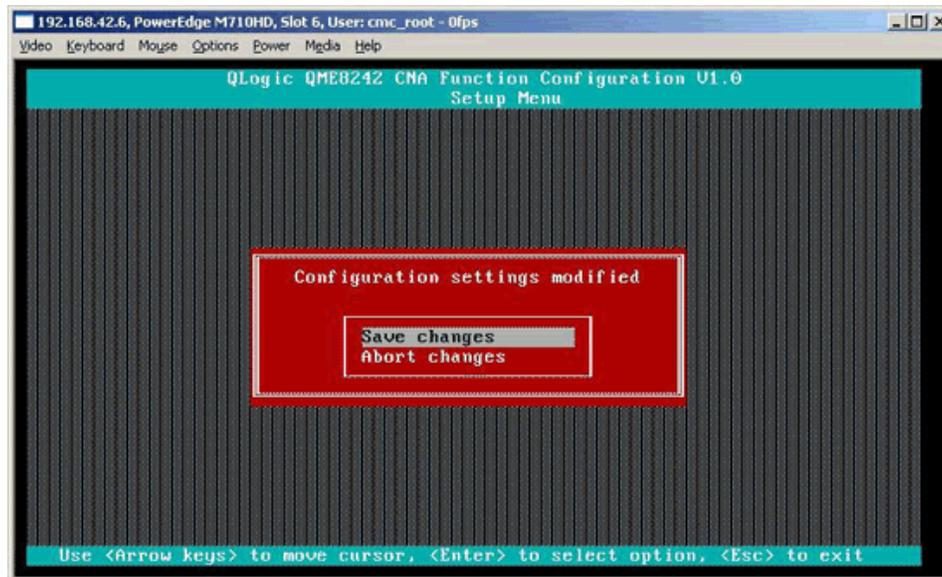

Figure 4-14. Enregistrement des modifications de la configuration
5. Enregistrez vos modifications (voir Figure 4-14).